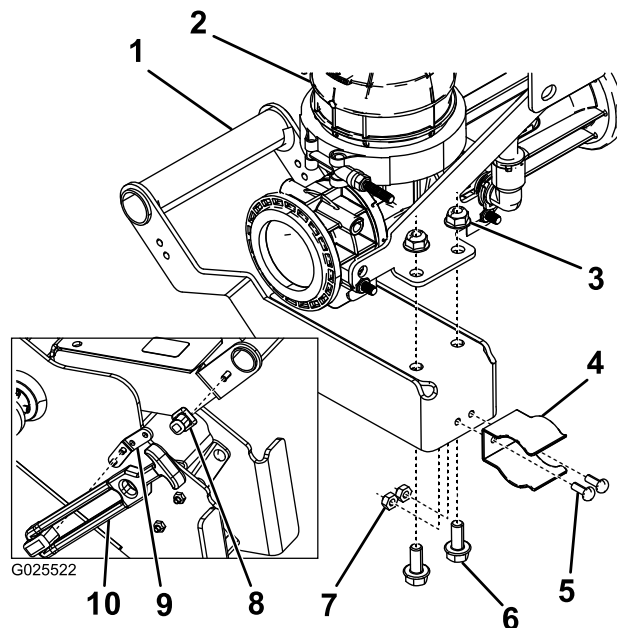

Figura 16
- Fissate la staffa di prolunga al telaio di supporto principale utilizzando due bulloni testa esagonale (Figura 16).
- Collegate la maniglia di chiusura alla staffa di prolunga (Figura 16).
- Fissate la stegola al nebulizzatore utilizzando due bulloni a testa flangiata e due dadi a testa flangiata (Figura 16).
- Fissate la colonna di ancoraggio alla stegola del nebulizzatore utilizzando un bullone a testa esagonale (Figura 16).